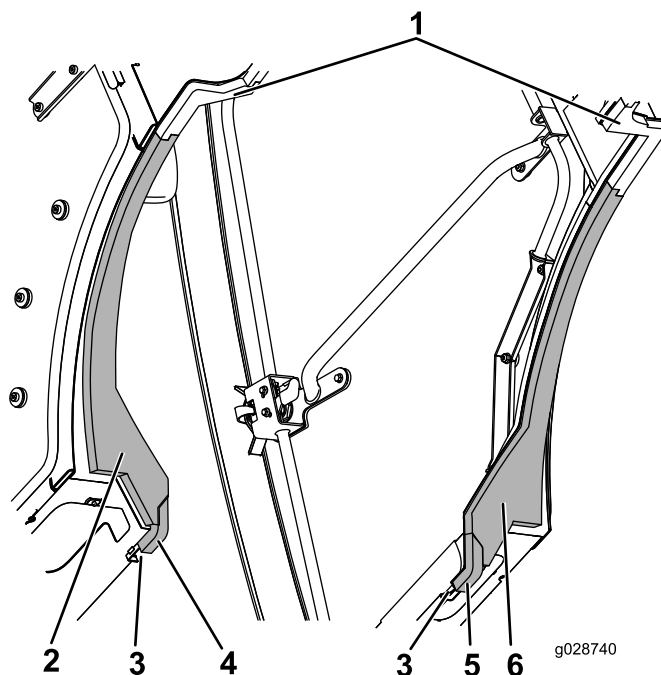

Figura 60
4. Alinee el borde interior de las piezas de espuma izquierda y derecha del depósito con las piezas de espuma centrales izquierda y derecha, encajando entre sí las pestañas (Figura 60).
5. Presione el borde delantero de las piezas de espuma laterales izquierda y derecha contra el canal y encaje entre sí el borde trasero biselado de las piezas de espuma laterales con las piezas de espuma del depósito (Figura 60).